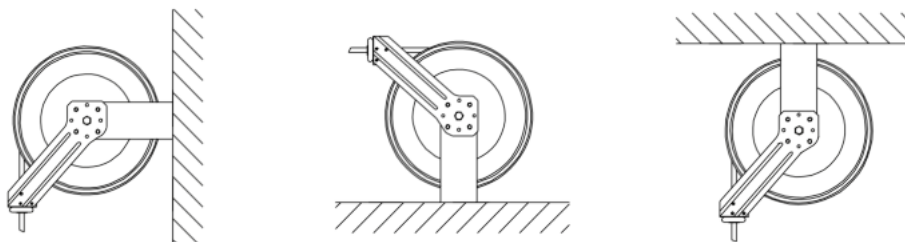

Fig. 1
- b) L'enrouleur est muni d'un support de rouleau guide-tuyau. La position du support peut changer selon la position de montage de l'enrouleur. La figure 1 présente les positions classiques de montage. Pour changer la position du support, réalisez les étapes suivantes :
- (1) Déroulez une partie du tuyau et laissez l'enrouleur se verrouiller.
- (2) Retirez les boulons fixant le support de rouleau de guidage au montant du support.
- (3) Tournez le support de rouleau de guidage à la position prescrite, puis remplacez les boulons et serrez solidement.